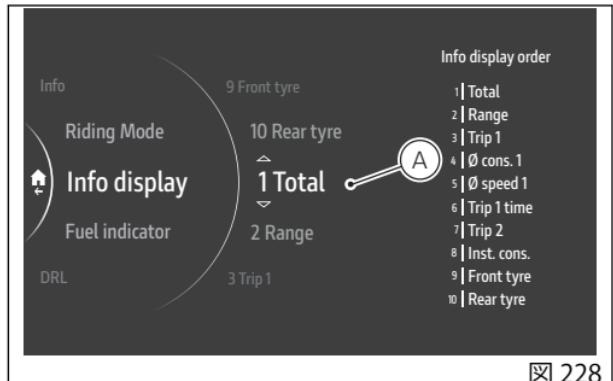

図 228
- 順番を示す番号の上下に2つの矢印が表示され(A、図228)ます。これは、ジョイスティックを対応する位置▲▼に動かして、順番を示す番号を1～10の間で変更できることを示しています(例では「3」)。